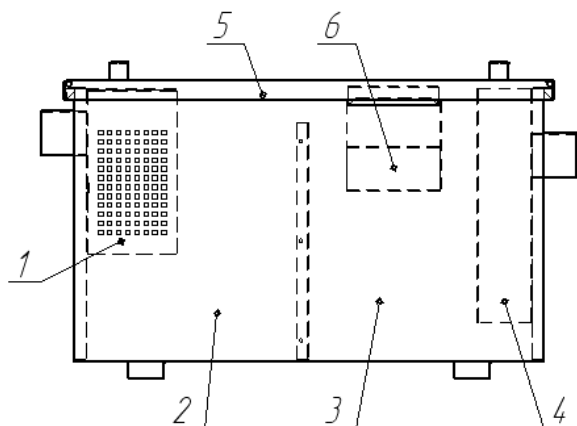

Рис. 1
Загрязненные стоки поступают в жироседелитель самотеком. Внутри устройства происходит осаждение некоторых взвешенных частиц, а также подъем жира на поверхность. Сточные воды с жирами проходят через съемный перфорированный лоток (1) (рис. 1), где происходит отделение крупных частиц. В первой камере (2) происходит осаждение взвешенных веществ и гравитационное отделение жиров на поверхность. Предварительно очищенные таким образом стоки поступают на вторую ступень очистки, где происходит дальнейшее отделение жиров (3) и отвод очищенных стоков в канализационную систему (4). Слой жирослама собирается на поверхности вод в обеих камерах и в последствии удаляется из жироседелителя скребком в специальную тару.